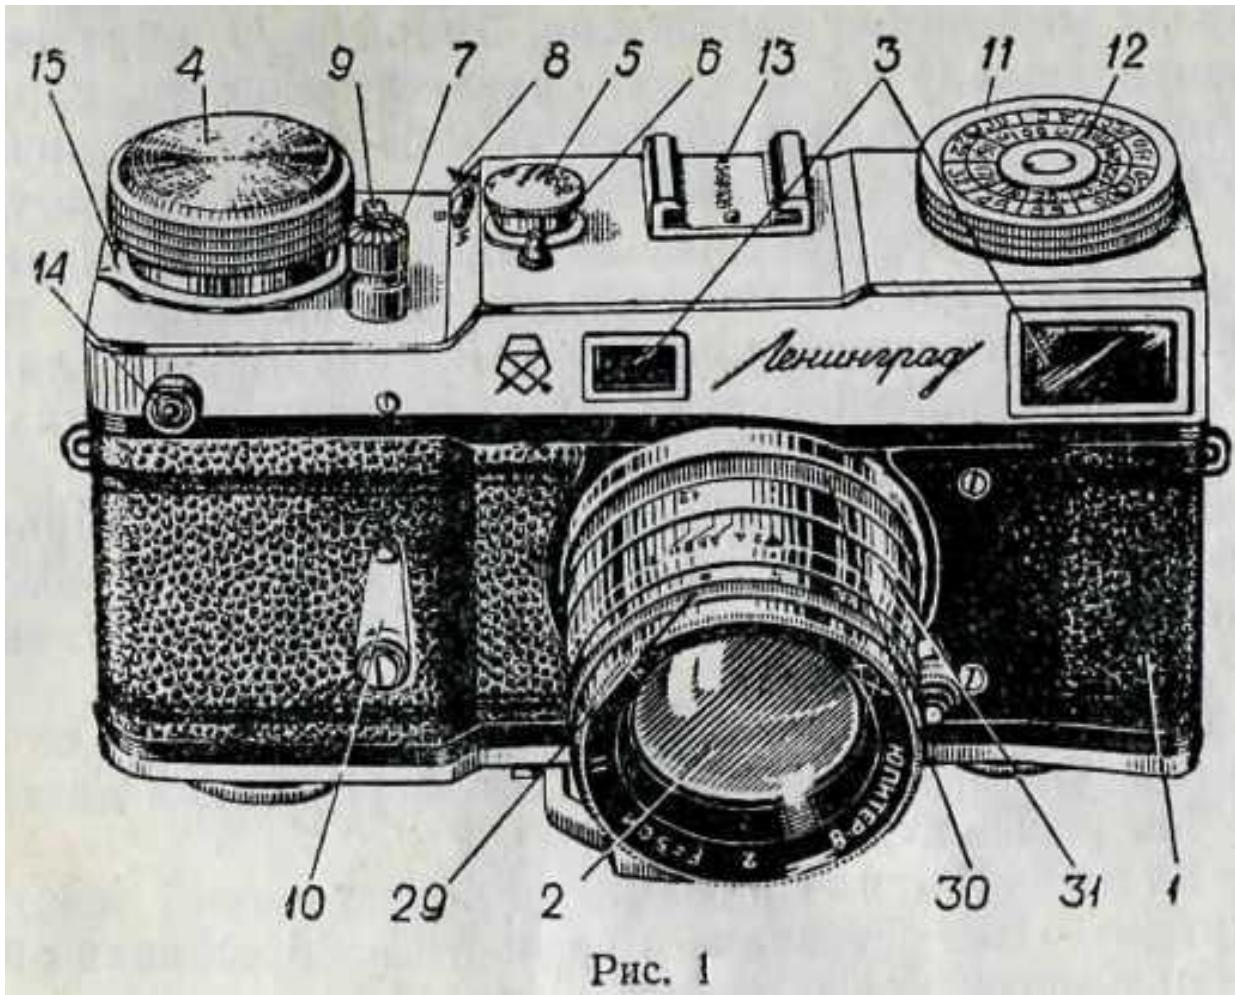
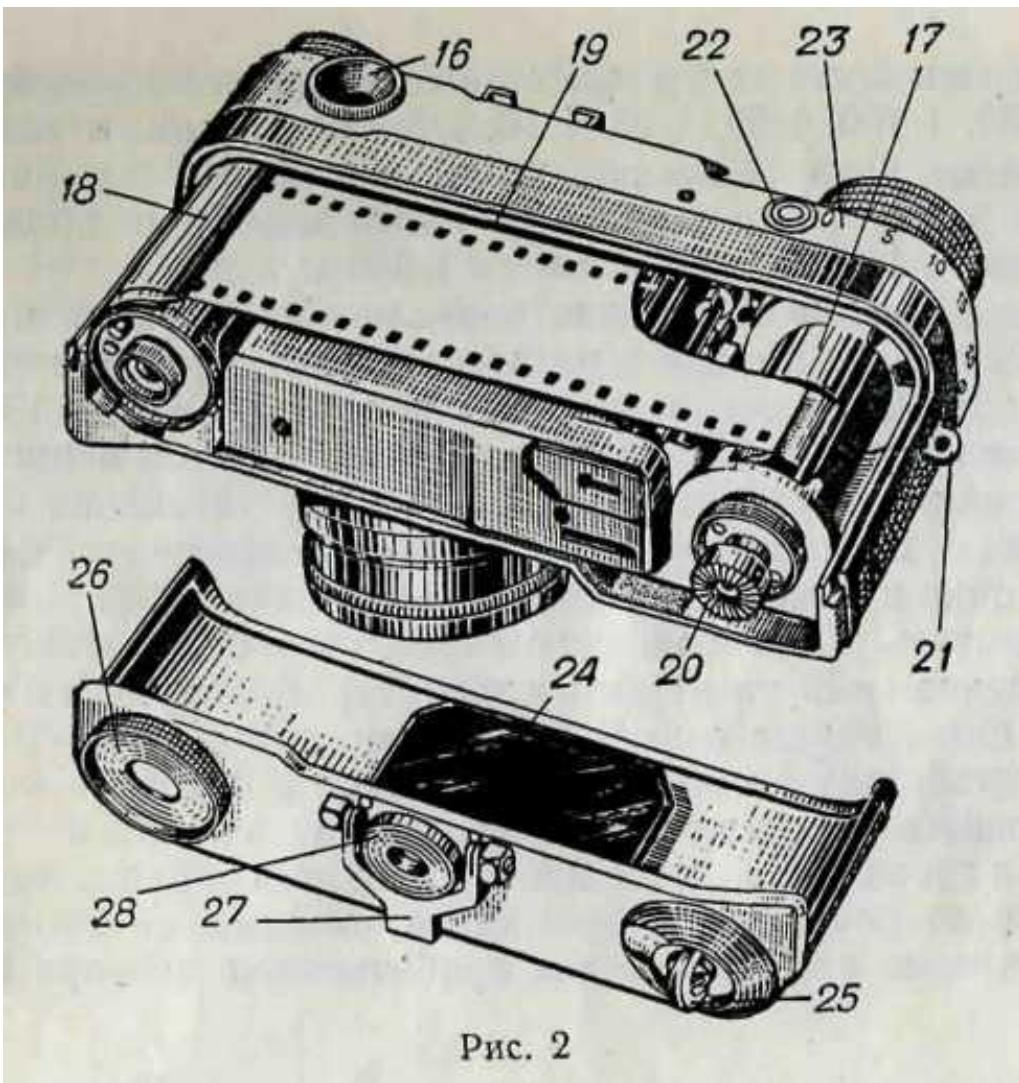

Рис. 1
Рис. 2
На корпусе 1 (рис. 1) расположены: объектив 2, видоискатель- дальномер 3, заводная головка 4, головка 5 установки выдержек со шкалой, столбик 6 индекса выдержек, спусковая кнопка 7 с резьбой для крепления тросика, рычаг 8 установки на моментальные выдержки «М» или на выдержки «В» и «Д», счетчик кадров 9, рычаг 10 завода механизма автоспуска, головка 11 обратной перемотки пленки, шкала 12 отметки чувствительности заряженной пленки, гнездо 13 для крепления лампы-вспышки, ниппель 14 для включения штырька лампы-вспышки, кольцо 15 регулировки синхронизатора, окуляр 16 (рис. 2) видоискателя- дальномера, барабан 17 Для крепления и намотки пленки, кассета 18, кадровое окно 19, винт 20 для включения барабана, антабки 21 для крепления нашейного ремня, кнопка 22 для установки счетчика кадров на «О» и шкала синхронизатора 23. На задней крышке укреплены: стеклянная прижимная планка 24, поворотный замок 25, винтовой замок 26, откидной упор 27 для установки фотоаппарата на плоской опоре и штативная гайка 28. На тубусе объектива имеются кольцо 29 (рис. 1) со шкалой установки диафрагм, кольцо 30 со шкалой установки дистанции и шкала глубин резкости 31.
6. Подрезать пленку, как показано на рис. 2, загнуть конец длиной примерно 0,5 см и провести ногтем по сгибу.
4. Соединить конец пленки, выступающий из кассеты, с барабаном, заправив пленку под пружину, как показано на рис. 2.